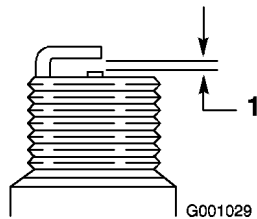

Figure 45
4. Réglez l'écartement des électrodes à 0,76 mm (Figure 45).